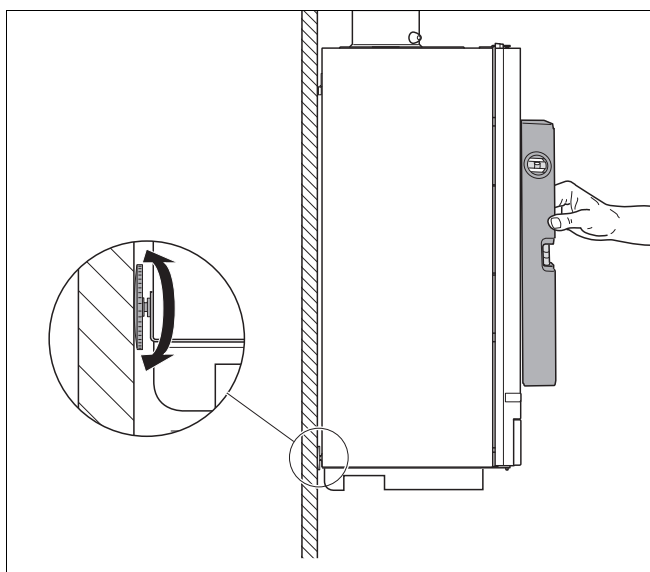

Bild 10 Justera värmepannan med ställskruven
- Justera värmepannan med hjälp av ställskruven och vattenpass (bild 10).